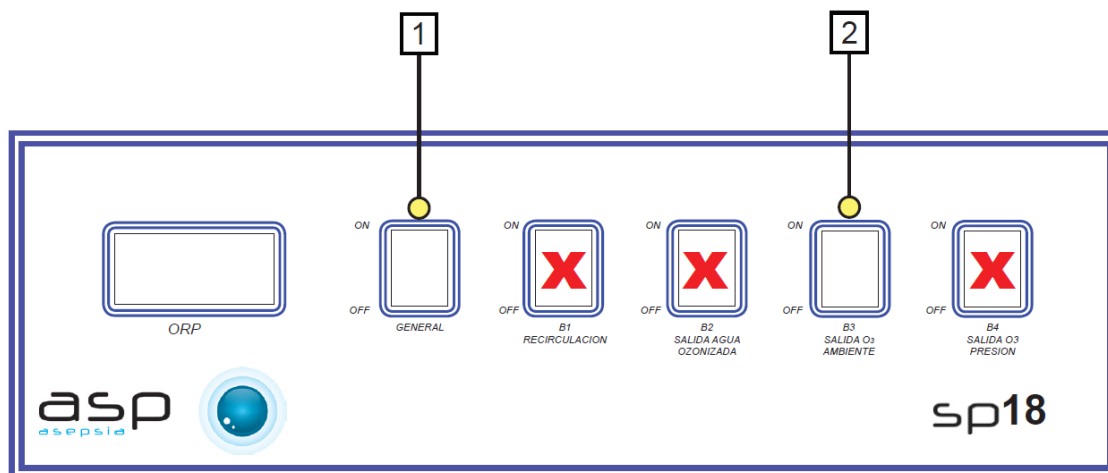

Figura 4
ATENCIÓN: *Antes de continuar debe verificarse que se encuentran apagados los interruptores bomba 1 - Bomba de recirculación de agua, bomba 2 - Salida agua ozonizada del depósito y bomba 4 - Salida O3 presión marcados con una “x” en la figura 4.*
- 3 - Encender el interruptor general del panel de mandos (Figura 4 posición 1).
- 4 - Activar en el panel de mandos el interruptor bomba 3 - Salida O3 ambiente (Figura 4 posición 2). Inmediatamente saldrá aire ozonizado por medio de la Salida O3 ambiente situada en el lateral del carro (Ver Figura 1 Leyenda d) con un caudal de 400 m³/h y una producción de ozono de 60 g/h.